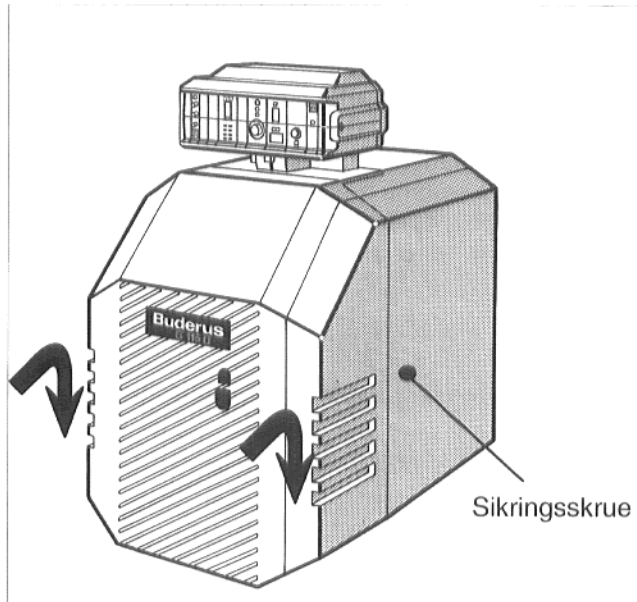

Fig. 41
- Brænderkappe monteres igen i kedlens sidevægge. Brænderkappe sikres til venstre og til højre med sikringskrue (Fig. 41).